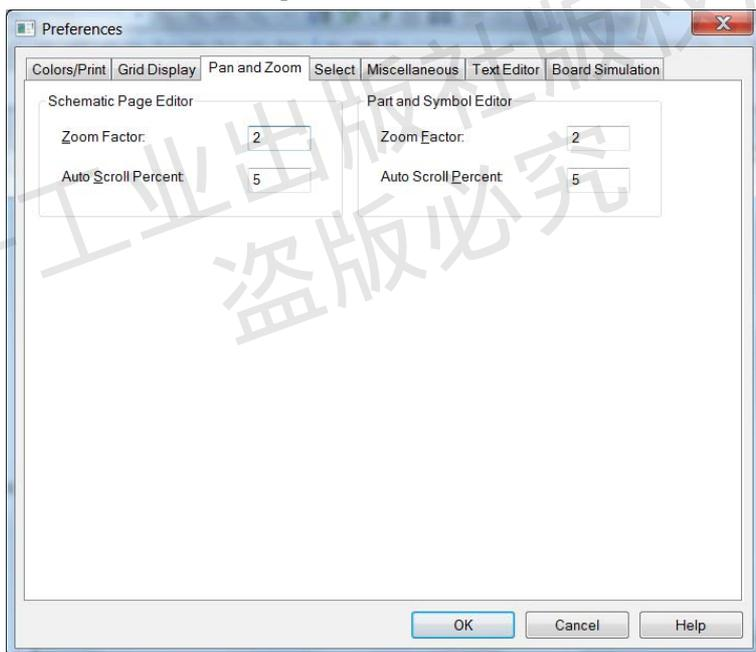

图 2-45 Capture 运行环境配置 5 (Pan and Zoom)
Preferences 设置对话框中的 Pan and Zoom 标签页如图 2-45 所示, 该标签页用于设置缩放显示电路图时的倍率变化值, 以及电路图在窗口中滚动显示时的移动幅度的大小。可以分别设置 Page Editor (电路图绘制窗口) 和 Part Editor (元器件符号编辑窗口) 中的这两个参数。
① Zoom 倍率设置: 执行 View→Zoom 子命令下的 In 和 Out 命令可以将电路图放大和缩小处理后重新显示。每次放大、缩小的倍率由图 2-45 中的 Zoom Factor 设置值确定。内定设置值为 2 倍。
② Pan 幅度设置: 有时电路图幅面较大, 在绘图窗口中不能完整显示。为此 Capture 软件提供了自动翻滚功能 (Auto Pan), 即在进行选取电路图单元或移动电路元器件符号等需要移动光标的操作时, 若光标移至窗口边界时还要继续向窗口边界外的电路图位置移动, 电路图将自动翻滚, 使窗口以外的部分显示在窗口中。每次翻滚的幅度由图 2-45 中 Auto Scroll Percent 设置值确定。内定设置为 5, 表示每次自动翻滚该方向上整个图幅的 5%。